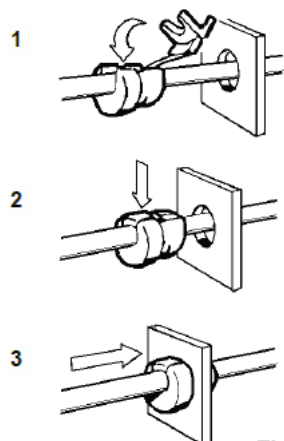

Fig. 8
Avant d'effectuer cette opération, percer la base dans l'orifice prévu à cet effet et insérer le pince-câble (Fig. 8).
- 1) Introduire un tournevis plat dans la fente présente sur le côté inférieur central du couvercle (voir fig. 8).